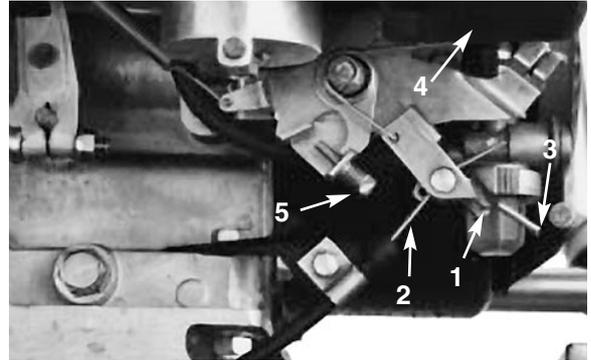

Figure 37
- Desserrer la vis qui fixe le câble au bras de carburateur (Fig 37).